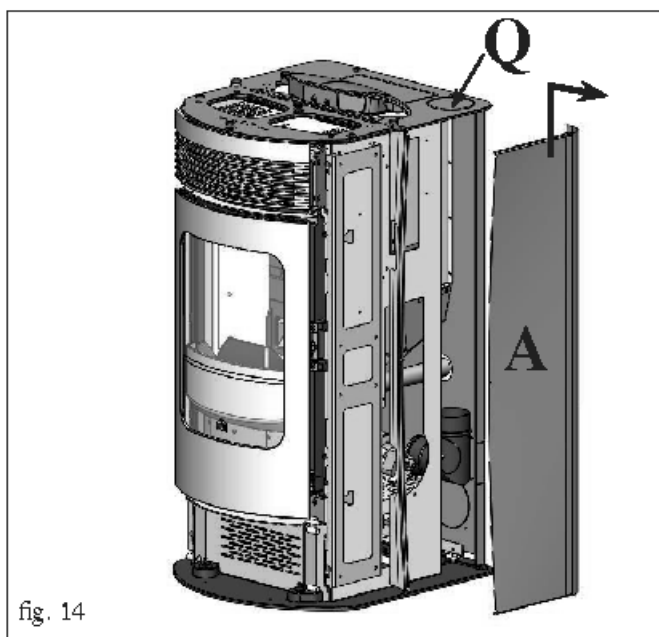

fig. 14
- Eliminare il coperchietto di chiusura (Q - fig. 14)